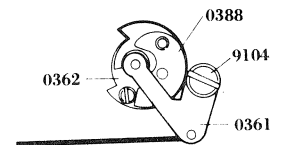

Fig. 47
20. Insert 0324 from the top of the body and pass 3043 through 0324. By moving the Clutch lever and 3069 as illustrated in Fig. 47, press 0324 to the position where 3069 engages the groove of 0324 and is stopped.
20. 0324をボデー上部より入れ、3043を通しクラッチレバー、3069をそれぞれピンセット等で寄せて、Fig. 47の状態にしながら0324の切溝に3069が入り係止される位置まで0324を押し込む。